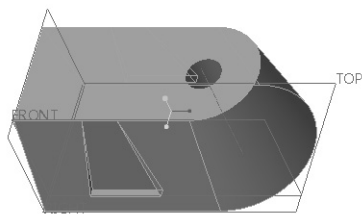

图 6-80 使用草绘创建分割拔模
9) 在“拔模”选项卡中单击  (完成) 按钮,使用草绘创建分割拔模的完成效果如图 6-80 所示。